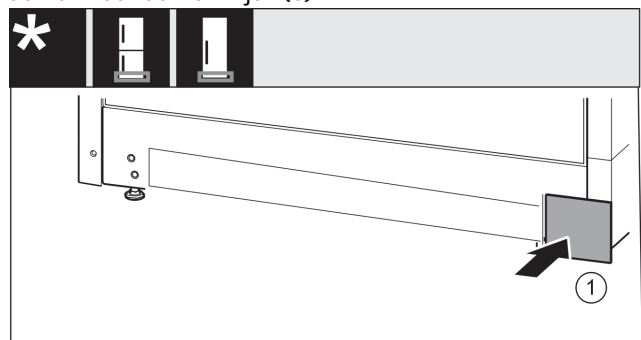

Fig. 37
- ▶ Afdekking aan de andere kant weer plaatsen. Fig. 37 (1)